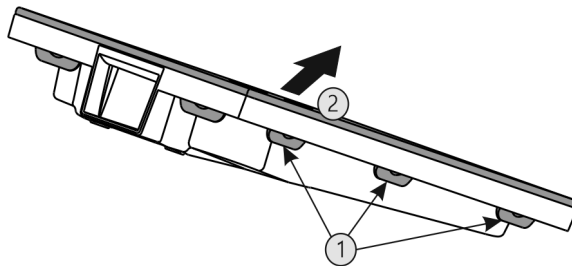

Fig. 41
- ▶ Stlačte za sebou všechny západky Fig. 41 (1) a sejměte kryt Fig. 41 (2).